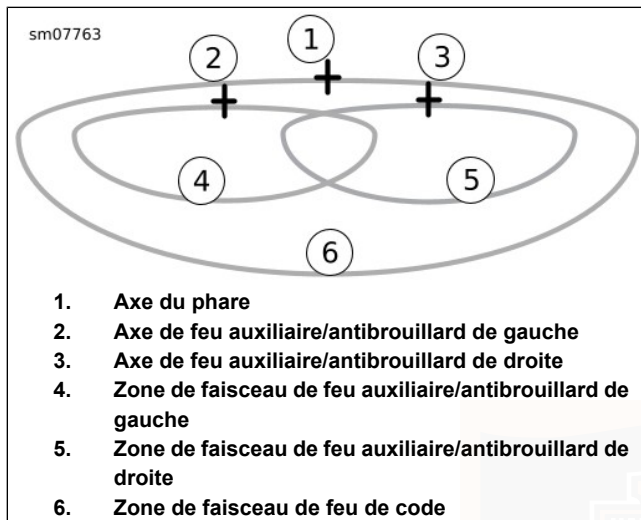

Figure 81. Orienter correctement les feux : Type à DÉL avec feux auxiliaires/antibrouillard
4. Voir Figure 81. Marquer les axes horizontal et vertical (2, 3) du feu auxiliaire/antibrouillard sur le mur.
7. Allumer le faisceau de code du phare et couvrir le phare et le feu auxiliaire/antibrouillard droit. Ajuster le feu auxiliaire/antibrouillard gauche de sorte que toute la zone de forte intensité (4) soit au-dessous de l'axe comme illustré dans Figure 81.